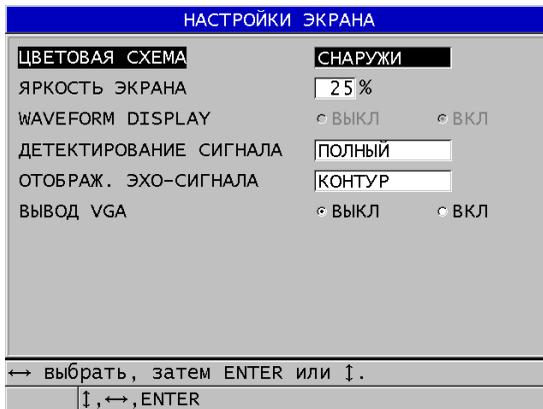

Рис. 4-3 Окно НАСТРОЙКИ ЭКРАНА
2. В окне **НАСТРОЙКИ ЭКРАНА** (см. Рис. 4-3 на стр. 64) выберите необходимый параметр и задайте нужное значение: